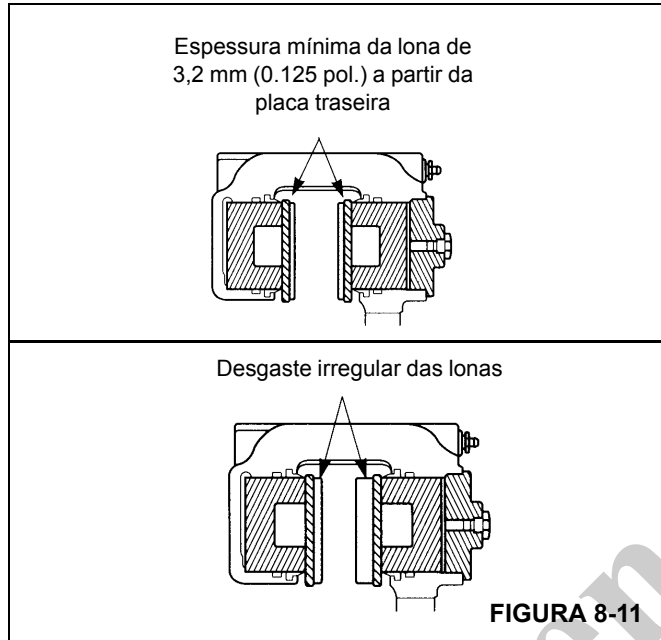

FIGURA 8-11
- Desgaste das lonas. Substitua os revestimentos quando a sua espessura for inferior a 3,2 mm (0.125 pol.) a partir da placa traseira (Figura 8-11).
- Desgaste irregular das lonas. Substitua as lonas se a espessura das duas lonas for significativamente diferente. Verifique se os pistões estão operando corretamente. Substitua o pistão e/ou a carcaça se um pistão ficar preso no furo. Verifique se a superfície do disco está plana e paralela às lonas (Figura 8-11).